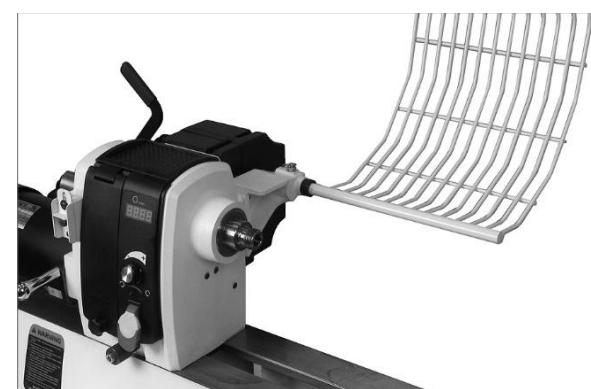

Fig 10-2
Klemmen Sie den Stellring mit Gewindestift (B) auf der Es gibt zwei Stellungen in welchen der Indexierstift einrastet, in Arbeitsstellung und geöffnet (Fig 10-2).